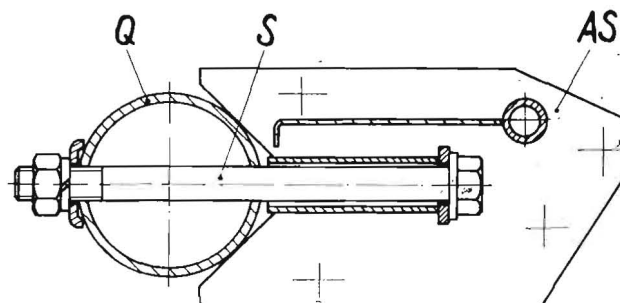

Bild 6/4 Obere Befestigung
6. Beim ersten Anbau sind die Längen der Hubketten durch Verstellen der Gewindehaken (G) (Bild 6/3) so einzustellen, daß das Querrohr (Q) des Fahrwerkes in die Aufnahmesegmente (AS) der Traverse des Knickers paßt (Bild 6/4).
7. Befestigung des Knickers durch zwei Spannschrauben (S) am Querrohr (Q) des Fahrwerkes und mit zwei Befestigungsschrauben an zwei Profilen, die sich an den Innenseiten der Portale befinden (Bild 6/4).